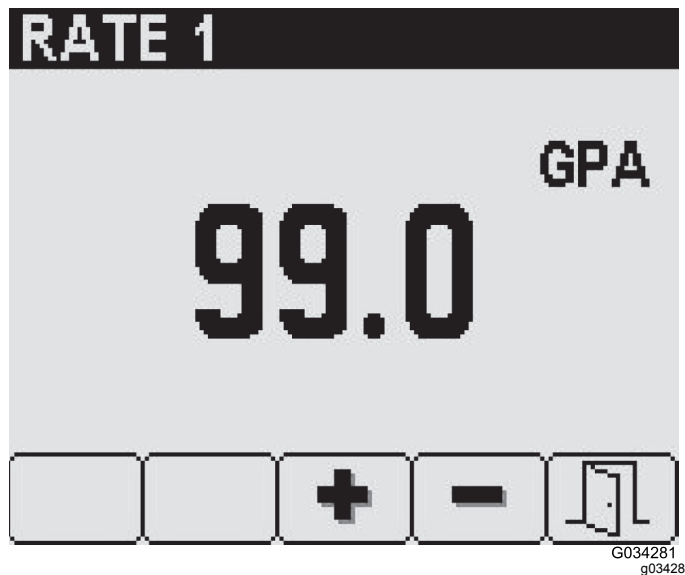

Figura 18
3. No ecrã para a taxa seleccionada, utilize os botões 3 e 4 para definir a taxa pretendida (Figura 18).